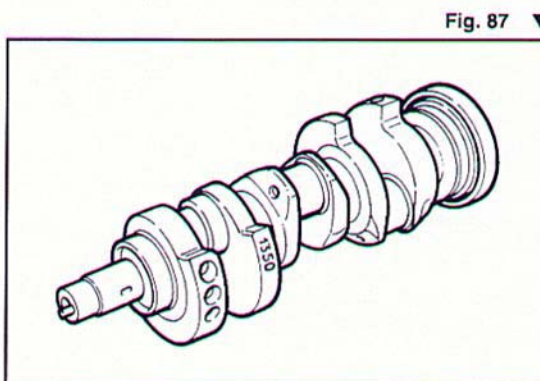

Fig. 87 ▼
- sollevare e rimuovere l'albero motore (**Fig. 87**), quindi sfilare il paraolio lato volano, togliere i semicuscinetti di banco (bronzine) e i semianelli di rasamento dal basamento e togliere i semicuscinetti di biella dalle bielle;
- lift up and take out the crankshaft (**Fig. 87**), then take out the flywheel side oil seal, remove the main half-bearings and shim half-rings from the engine block and remove the half-bearings;